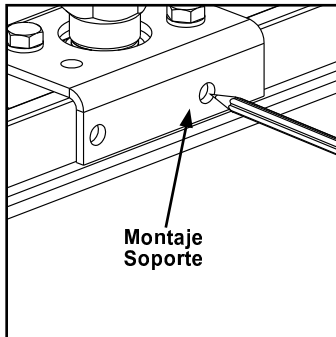

Figura 3-9
- Paso 1. Use soporte de montaje de riel como plantilla para marcar el riel. Vea Figura 3-9.